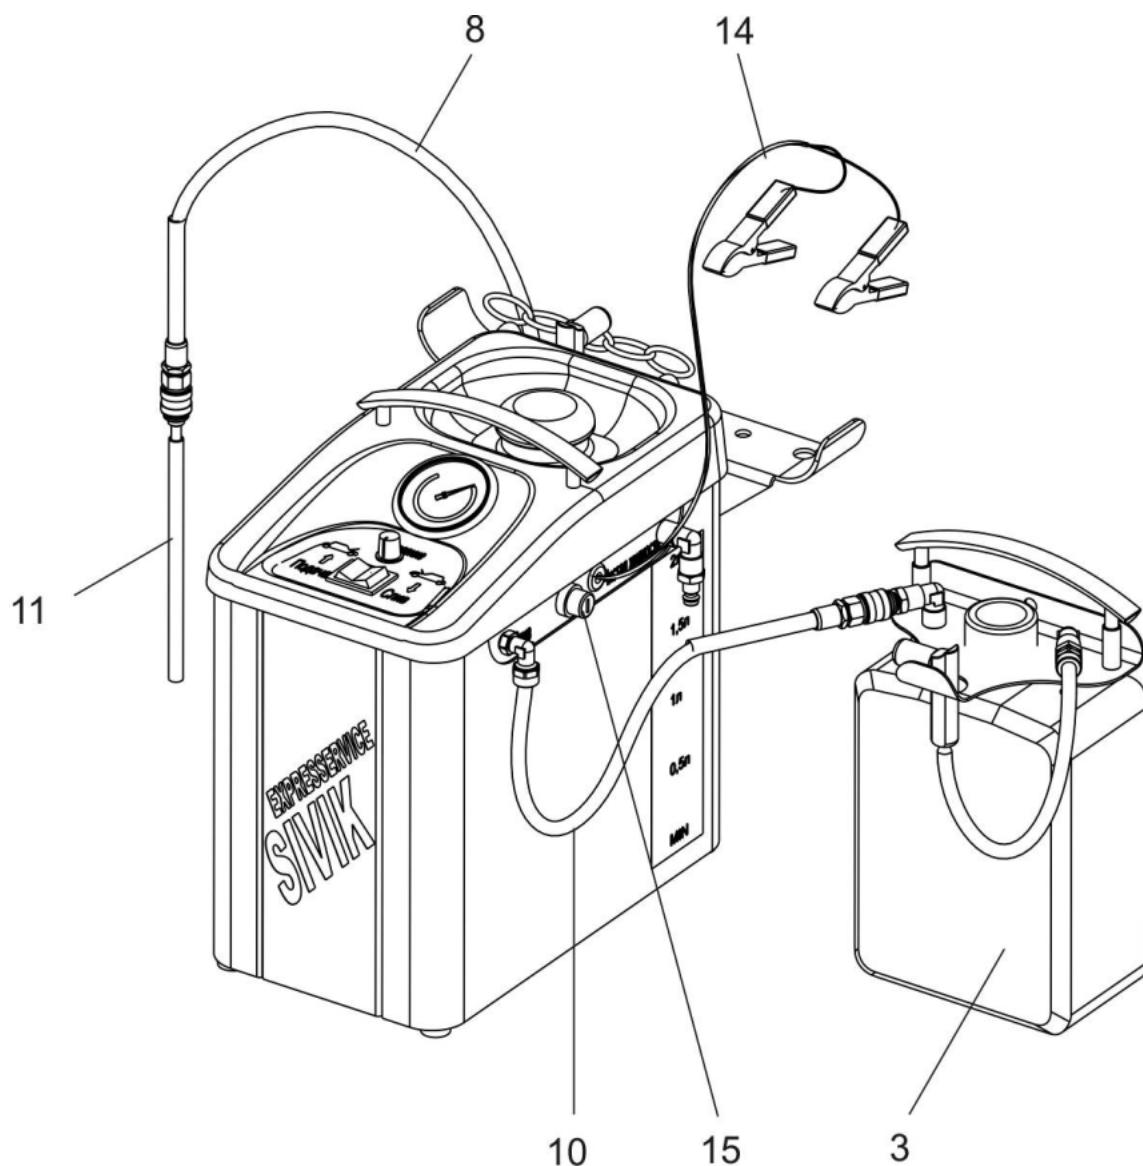

Рисунок 3. Режим «Откачка».
| 2. Крышка бака новой жидкости      | 10. Шланг «Насос – канистра/бак» (Рис. 3,4) |
| 3. Канистра сбора старой жидкости  | 11. Удлинитель шланга (Рис. 3,4)            |
| 6. Переключатель «НАПОР – ОТКАЧКА» | 14. Провод питания (Рис. 3)                 |
На канистре для сбора старой жидкости (3) имеется дополнительный штуцер, при подключении к которому шланга (10) (см. Рис. 3) возможен слив старой жидкости из тормозного бачка автомобиля в эту канистру в положении «ОТКАЧКА».
4. Подсоедините канистру сбора старой жидкости к установке с помощью шланга (10) (см. Рис. 3). К шлангу (8) подсоедините удлинитель (11). Снимите с бачка тормозной системы автомобиля штатную крышку, опустите удлинитель шланга на дно бачка и удалите старую жидкость, переключив переключатель в положение «ОТКАЧКА», краник (9) должен быть открыт.